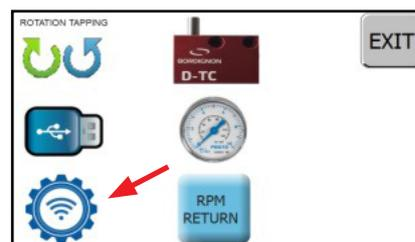

FIG. 1
- Dalla schermata principale premere l'icona Service (pag. 14) e successivamente l'icona OPT per aprire la pagina relativa agli Optional (Fig.1)